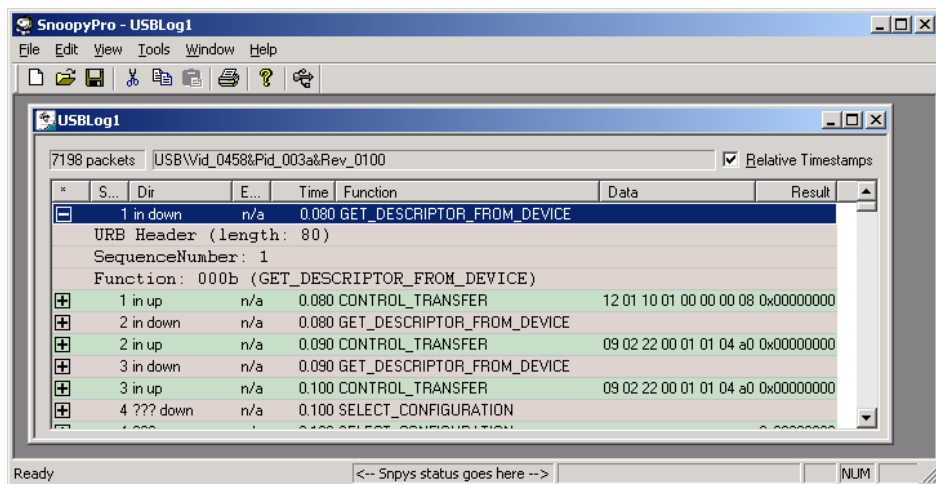

Рис. 2
5.9. Остановить протоколирование нажатием на кнопку «Pause» или «Stop». В окне журнала появится список прошедших URB-блоков (см. рис. 2).